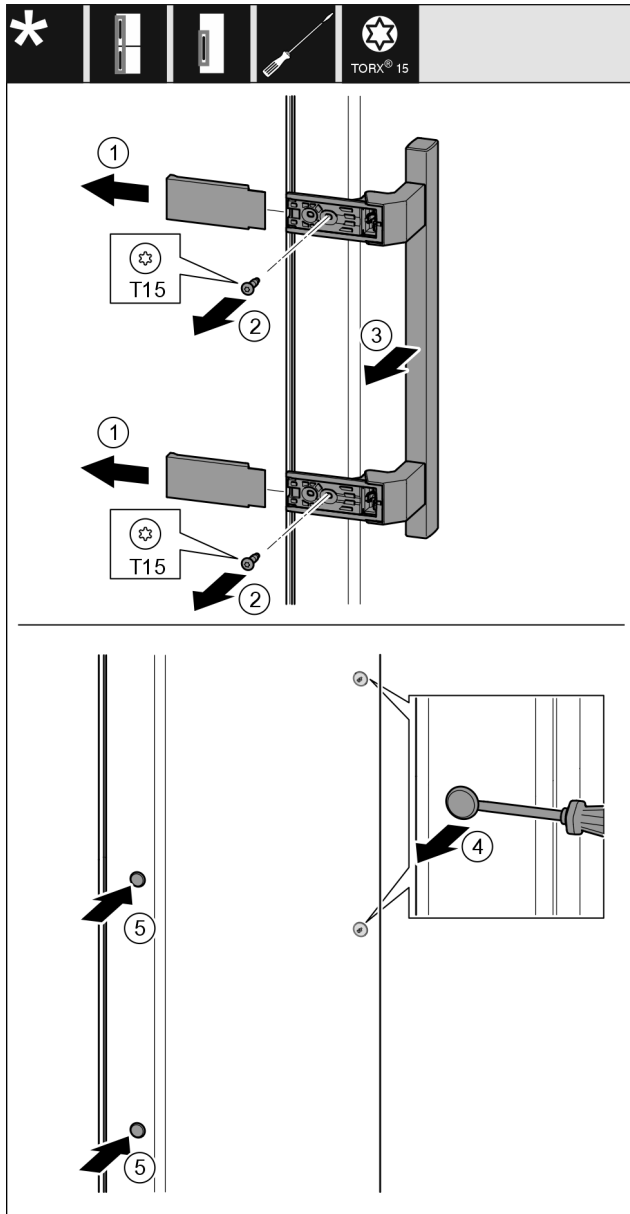

Fig. 27
- Retirer le cache Fig. 27 (1).
- Retirer les vis Fig. 27 (2) avec un tournevis.
- Retirer la poignée Fig. 27 (3).
- Soulever et retirer avec précaution le cache latéral Fig. 27 (4) avec un tournevis plat.
- Replacer le cache Fig. 27 (5) de l'autre côté.